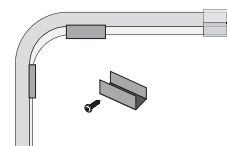

Рис. 5. Монтаж светодиодной ленты.
- **Монтаж светодиодной ленты.** Монтаж светодиодной ленты NLS-2835-IP67-220V-NEONLED на несущую поверхность необходимо производить при помощи монтажных скоб NLSC-clip-2835-220V-NEONLED для крепления СД ленты как показано на Рис. 5.